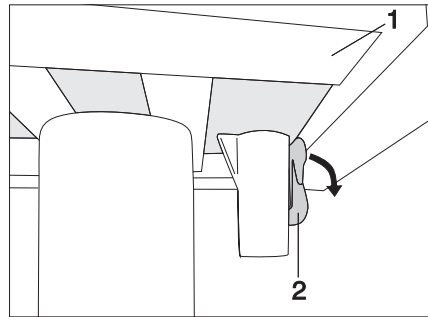

Fig. 97 Bloqueo de la mesa de una columna (bloqueada)
- Empujar la palanca de bloqueo (Fig. 97,2) hacia abajo.
- Desplazar a la posición deseada el tablero de la mesa (Fig. 97,1).
- Empujar la palanca de bloqueo (Fig. 97,2) hacia arriba.